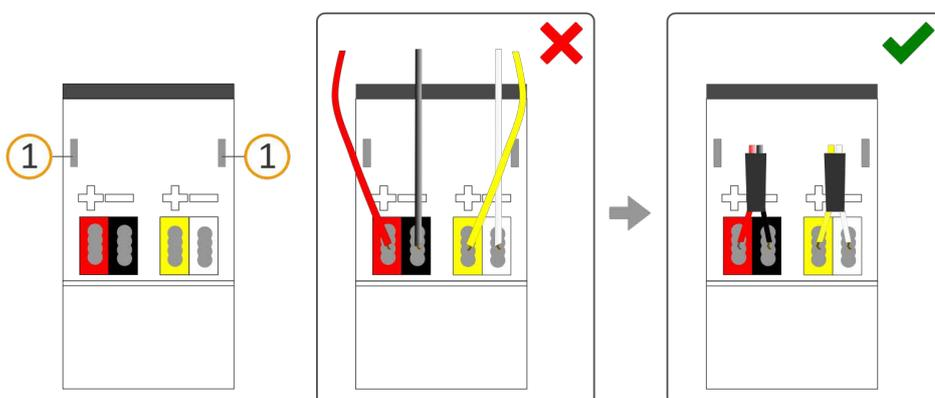

Abbildung 19: Kabelführung
- a. Führen Sie alle Kabel nach hinten. Die Öffnungen zur Befestigung der Abdeckkappe (siehe Abbildung 19, Pos. 1) müssen frei sein. Alle Kabel müssen sich zwischen den Öffnungen befinden.